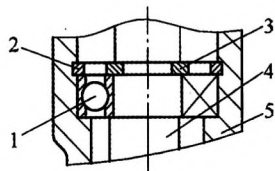

图4 齿轮轴承装配
(4) 孔用挡圈与轴承间隙过大 齿轮上安装的轴承是通过孔用挡圈将其固定在壳体上的(见图4)。当齿轮、齿条是斜齿啮合，方向盘左右旋转时，齿轮受到沿其轴向的上下两个方向的交变力，若轴承外圈与孔用挡圈的间隙过大，将造成齿轮和轴承一起上下窜动，轴承外圈撞击孔用挡圈和壳体限位台阶发出响声。表现为车辆驻车或低速行驶下，左右转动方向盘，底盘转向器位置发出“嗒嗒”声。将轴承外圈与孔用挡圈的间隙控制在0.05mm以下，可以消除此类异响。